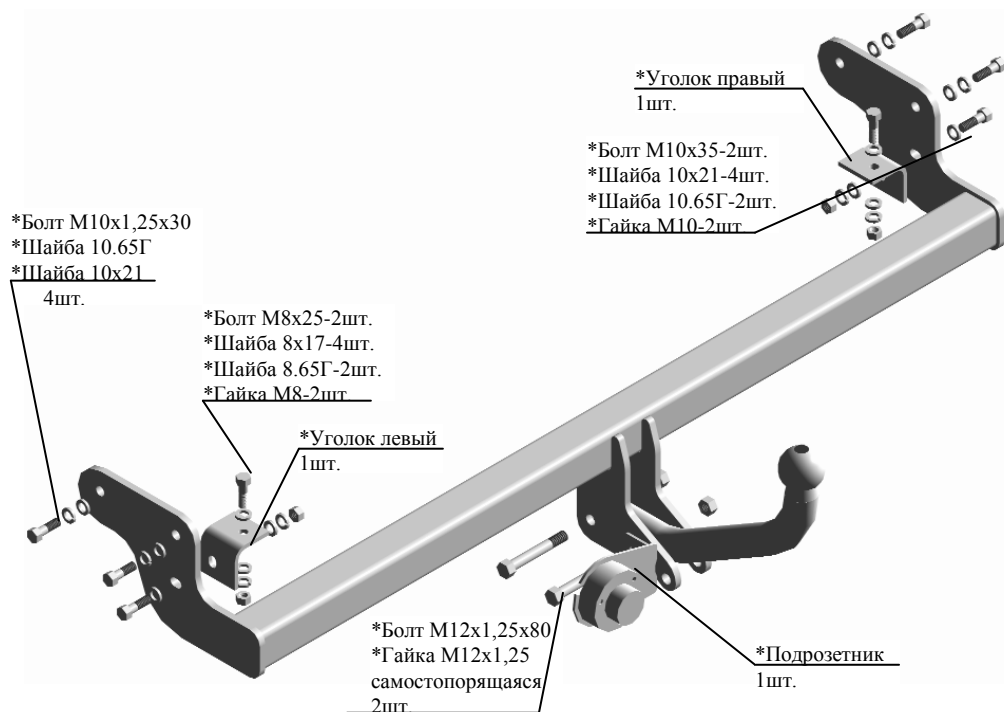

Рис.1 Тягово-цепное устройство 7221
2.1 ТСУ 7221 в сборе (рис.1)	1 шт.
2.2. Пакет комплектующих (рис.1)